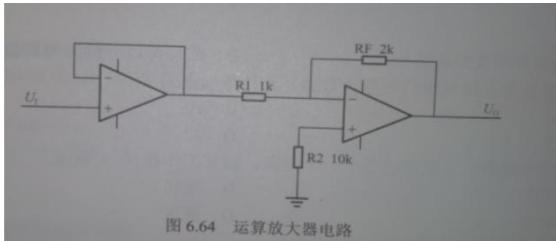

图 6.64 运算放大器电路
(14) 下列有关信号的说法中错误的是( )
(15) 图 6.64 所示的运算放大器电路中,  $U_1=2V$ , 运放通过 DC 12V 单电源供电, 输出端电压  $U_0$  为 ( )